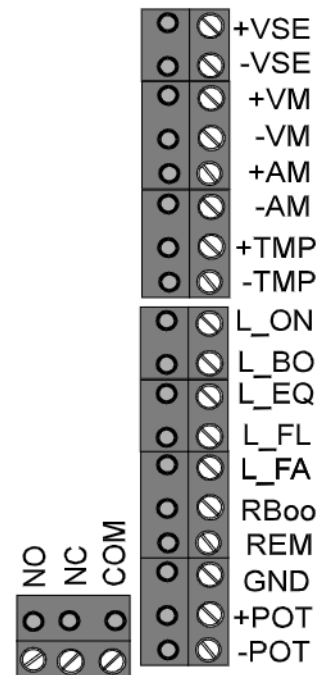

Abbildung 8
- ❑ Verbinden Sie den - Anschluss (schwarzer Draht) des Temperatursensors mit dem „-tmp“-Anschluss, siehe Abbildung 8.
- ❑ Verbinden Sie den + Anschluss (roter Draht) des Temperatursensors mit dem „+tmp“-Anschluss, siehe Abbildung 8.
- ❑ Schließen Sie einen roten Draht mit 0,75 mm2 Durchmesser an den Pluspol der Batterie und den „+Vse“ Anschluss des Ladegeräts an, siehe Abbildung 8.
- ❑ Schließen Sie einen schwarzen Draht mit 0,75 mm2 Durchmesser an den Minuspol der Batterie und den „-Vse“ Anschluss des Ladegeräts an, siehe Abbildung 8.
Das Ladegerät ist mit einem potentialfreien Alarm-Kontakt (Wechseltyp) ausgestattet. Wenn die Batteriespannung zwischen  $V_{min}$  und  $V_{max}$  liegt, wird der Kontakt aktiviert. (Siehe Abbildung 8, ferngesteuerte Anschlüsse: NO, NC, COM).
Victron Energy bietet zwei optionale Fernsteuerungs-Bedienpaneele, die an das Ladegerät angeschlossen werden können. In Abbildung 8 finden Sie den Leiterplatten-Stecker, mit dem die Bedienpaneele verbunden werden müssen.